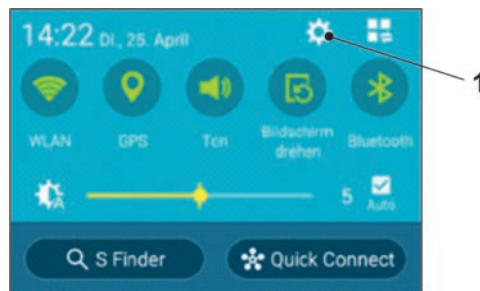

Abb. 26-1 Symbol für Einstellungen
2. Über das Symbol für Einstellungen (Abb. 26-1 Pos. 1) das zugehörige Menü öffnen.